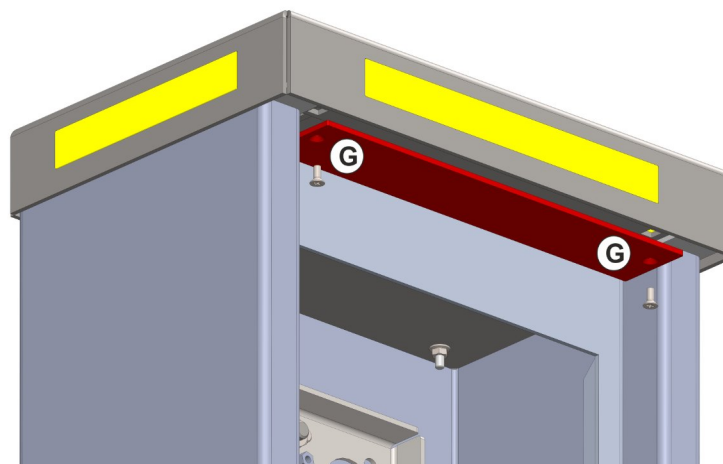

Abb. 26: Montage der Schutzabdeckung des DA950-3
- ◆ Abschließend erfolgt die Montage der Abdeckung mit den beiden Schrauben (G) (Inbus M4), wie in Abb. 26 dargestellt.